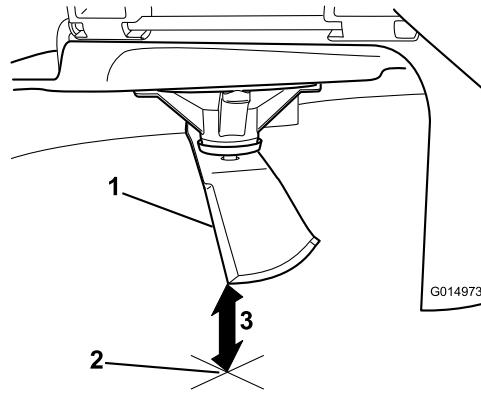

Figura 89
5. Mida desde la punta de la cuchilla hasta la superficie plana (Figura 89).